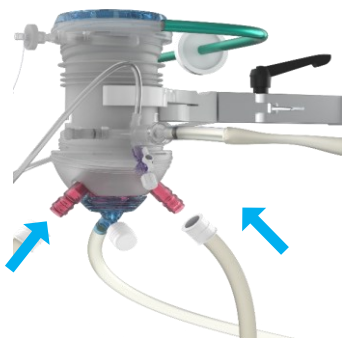

Figura 12 Collegamento del tubo termico all'ossigenatore
- Collegare il tubo termico all'ossigenatore (Figura 12) utilizzando i connettori dell'acqua (Figura 6, voce 25). L'ossigenatore è dotato di due connettori per tubi termici che possono essere utilizzati in ingresso o in uscita. Assicurarsi che un tubo sia collegato all'ingresso termico e uno all'uscita termica (vedere la Figura 6).